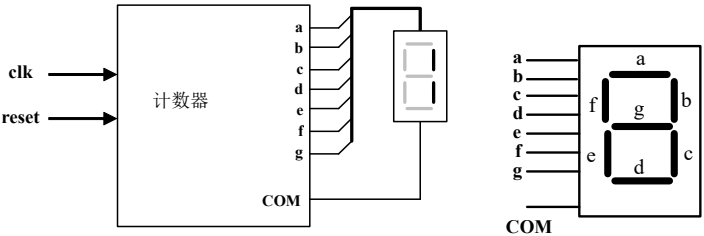

图 3
20. 图 3 是一个十进制计数器，其输出直接驱动七段数码管，由数码管显示计数值。以例 5-31 七段数码管译码器和第 19 题的计数器作为两个元件，采用模块例化方式设计该计数器模块。